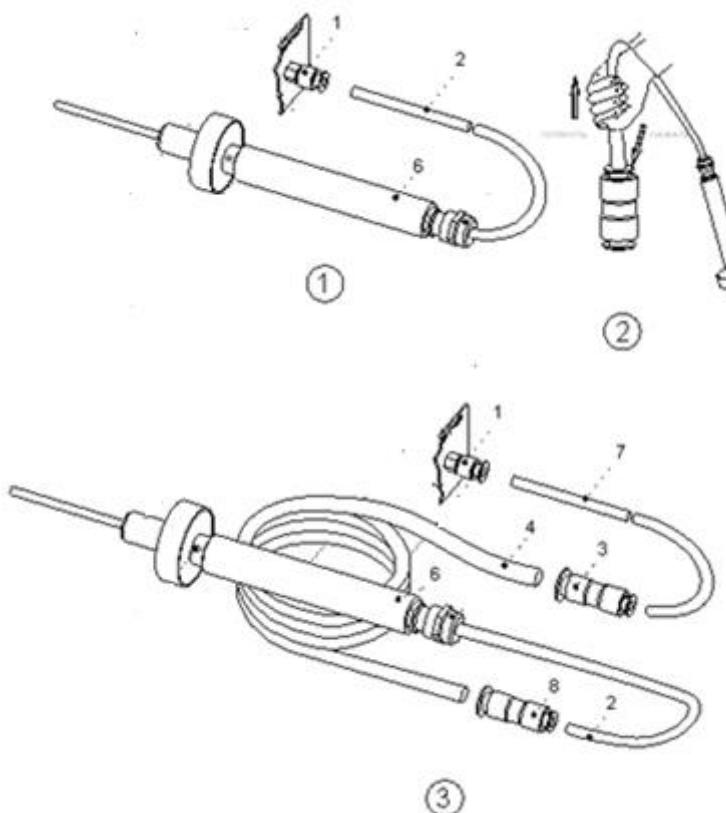

Рис. 2.2. Схема соединения элементов пробоотборника с газоанализатором и элементами удлинителя
1.5.2.5 Удлинитель пробоотборника предназначен для использования при проведении измерений в труднодоступных и удаленных местах. Удлинитель пробоотборника изготовлен из фторопластовой трубы с внешним диаметром 6 мм, внутренним диаметром 4 мм, длиной от 1 до 10 м (поз 4 рис. 2.2), к одному концу которой через переходник с диаметра 6 мм на диаметр 4 мм (поз. 3 рис. 2.2) присоединена фторопластовая диаметром 4 (поз. 7 рис. 2.2) для соединения с входным штуцером газоанализатора, на другом конце установлен переходник с диаметра 6 мм на диаметр 4 мм (поз. 8 рис. 2.2) для соединения с соединительной трубкой пробоотборника. Диаметр соединительной фторопластовой трубы (и удлинителя) соответствует требованию ГОСТ 31610.0-2019 по электростатической безопасности (для предотвращения образования электростатического заряда и исключения искрообразования при контакте с металлическими поверхностями).
2.2.3 Для подсоединения удлинителя пробоотборника к газоанализатору выполнить следующие действия (рис. 2.2):
- отсоединить соединительную трубку (2) от штуцера ПРОБА (1), используя прием, показанный на рис. 2.2.
- соединить соединительную трубку удлинителя (7) со штуцером ПРОБА (1);
- соединительную трубку (2) с пробоотборником с помощью переходника (8) соединить с удлинителем пробоотборника (4).